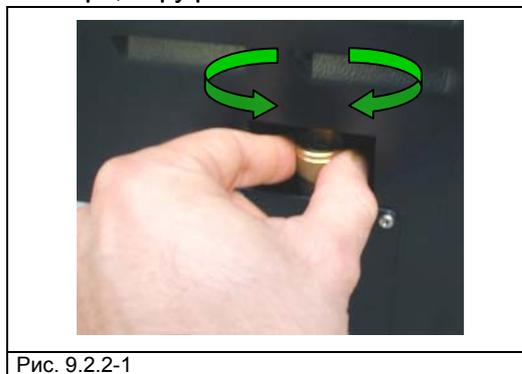

Рис. 9.2.2-1
2. Открутите болт (Рис. 9.2.2-1) расположенный в верхней части клапана, вращая его против часовой стрелки, до конца резьбы, пока он не будет свободно проворачиваться.
2. Вставьте приложенный регулятор между дверным уплотнителем и стенкой (Рис. 9.2.2-2), удерживая его за самую длинную часть. Захватите концом регулятора гайку, которая находится посередине дверного уплотнителя.
3. Поверните регулятор против часовой стрелки, по отношению к уплотнителю, на 1/8 оборота (Рис. 9.2.2-3).